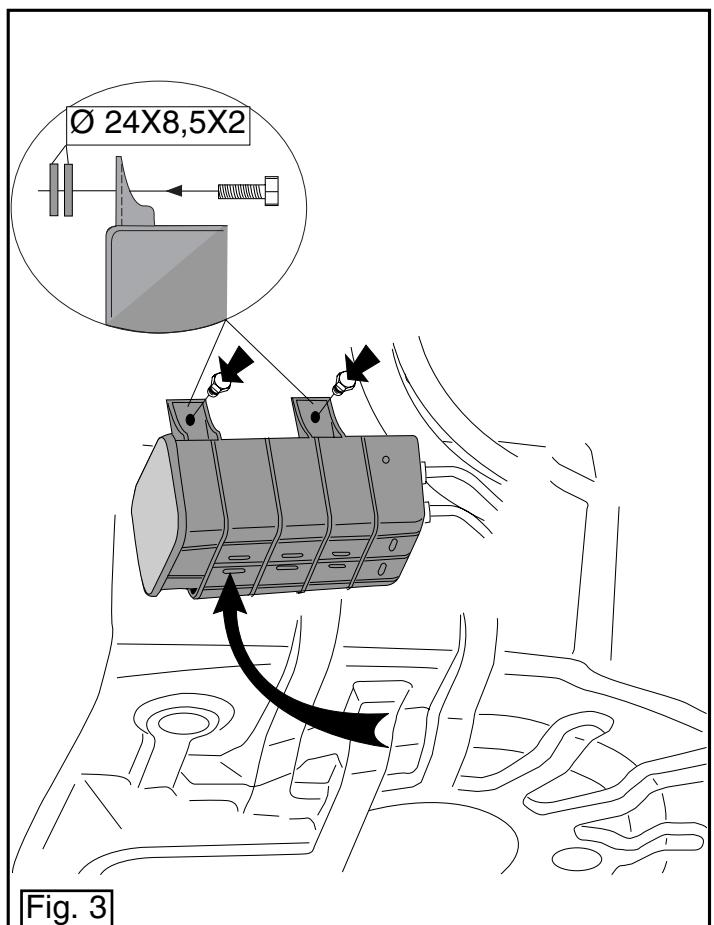
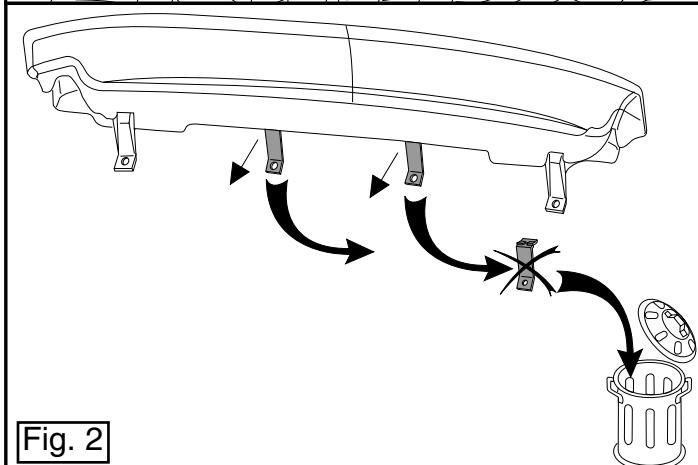

Fig. 3
Fig. 2
- Verwijder de bumpersteunen (zie fig. 2). Deze komen te vervallen.
- Demonteer het sjoroog (L). Deze komt te vervallen.
- Herplaats het canister inclusief de vulringen (zie fig. 3).
- Remove the bumper supports (see fig. 2). They will no longer be needed.
- Remove the securing eye (L) .This will not be replaced.
- Enlever les supports du pare-chocs (voir fig. 2). Ils ne seront plus utilisés.
- Démonter l'anneau de remorquage (G). Il ne sera plus utilisé/s.
- Réinstaller le réservoir à charbon actif y compris les anneaux de calage (voir fig. 3).
- Fjern kofangerstøtteanordningerne (se fig. 2). Disse vil ikke længere blive brugt.
- Demonter sejringen (V). Denne bliver overflødige.
- Genplacér denken inkl. mellemlagsringene (se fig. 3).
- Retirar los soportes del parachoques (véase la fig. 2). Estos quedan anulados.